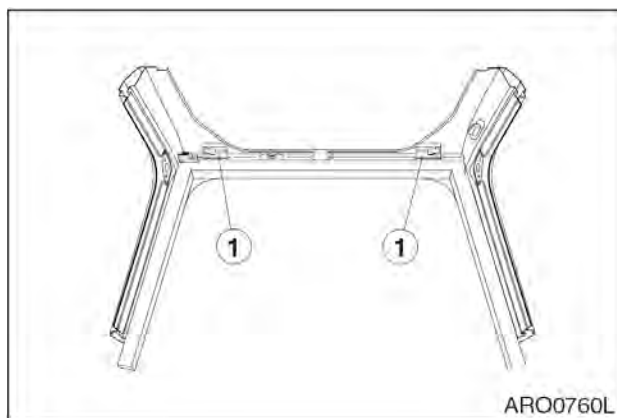

Рис. 98
6. Толкать переднее стекло, чтобы закрепить его запорными задвижками (1, рис. 98).